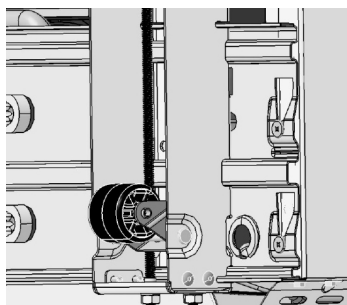

Fig. 3
- a. Installer le premier assemblage de niveleur sur un réfrigérateur/congélateur (Fig. 3).